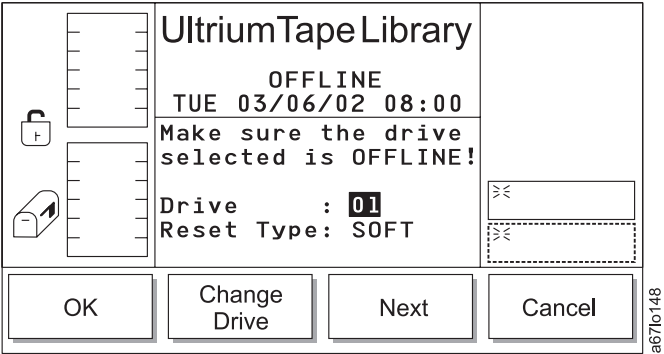

Abbildung 134. Grundstellungsdialog
- Wird **Reset** ausgewählt, erscheint der Grundstellungsdialog (siehe Abb. 134 auf Seite 150).
Tabelle 83. Übersetzung von Abb. 134, Grundstellungsdialog